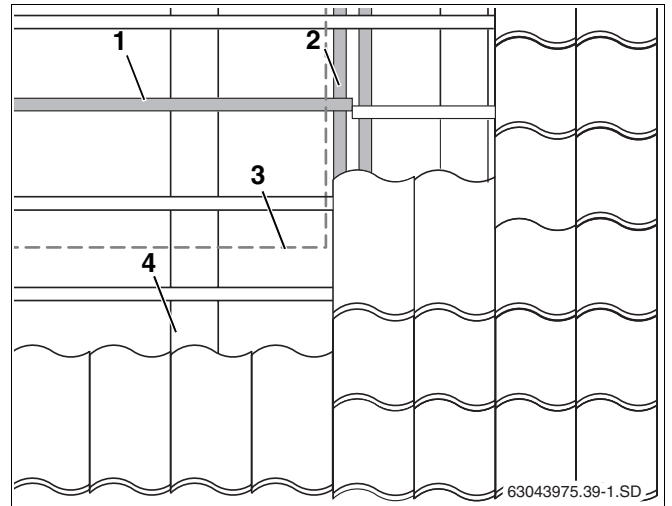

Fig. 13 Deslocação de ripas de telhado na zona do campo de colectores
- ▶ Fixe as juntas das ripas aos caibros ou una-as de forma adequada, por ex. comprimindo com as ripas de telhado existentes (fig. 9, **item 3** e fig. 13, **item 2**).
Se for necessário montar uma ripa de telhado adicional (fig. 13, **item 1**) na zona de uma já existente, a ripa existente deve ser deslocada na zona do campo de colectores (fig. 13, **item 3**) e fixada de maneira adequada (fig. 13, **item 2**).